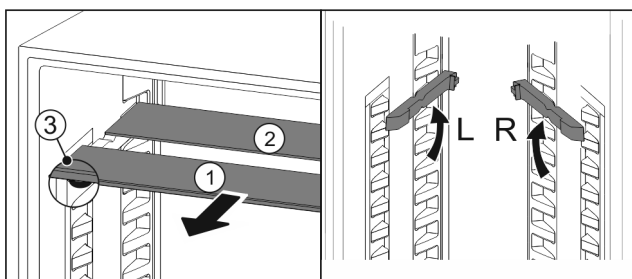

Fig. 57
- Glasplatten einzeln nach vorne herausziehen Fig. 57 (1).
- ▷ Glasplatte Fig. 57 (1) mit Zierleiste liegt vorne.
- ▷ Stopps Fig. 57 (3) zeigen nach unten.